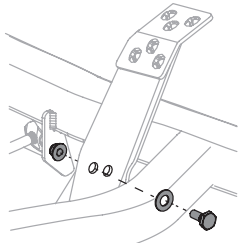

Figure 36
2. Retirez le boulon hexagonal, la rondelle et l'écrou hexagonal près du centre de la pédale (Figure 36).
4. Réinstallez le matériel précédemment retiré et serrez l'écrou à 38-47 N·m (28-35 pi·lb) (Figure 36).